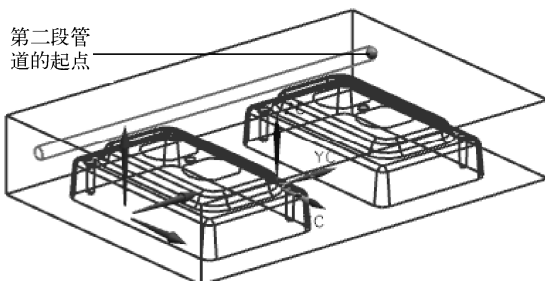

图 9-100 确定第二段管道的起点
(7) 在对话框的【设置】选项组中，指定【流道直径】的值为 8，单击【应用】按钮，系统创建第一段管道，同时自动将终点视为下一段管道的起点，继续创建第二段管道，如图 9-100 所示。